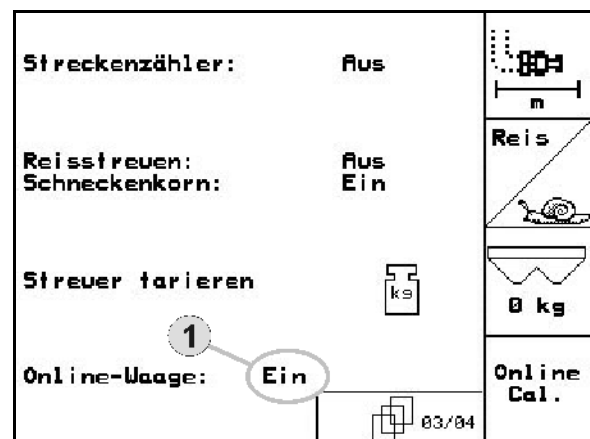

Рис. 62
- Главное меню: вызвать меню "Калибровка" (Рис. 62/1).